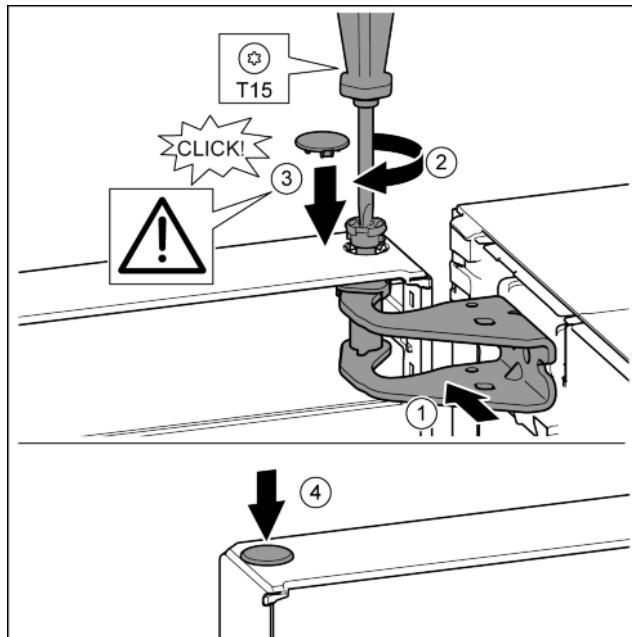

Fig. 22
- Nolīmenojiet durvju augšdaļu pret atveri gultņa balstā. Fig. 22 (1)
- levietojiet tapu un pieskrūvējiet ar skrūvgriezi T15. Fig. 22 (2)
- Uzmontējiet aiztura pārsegu, lai nostiprinātu durvis: ievietojet aiztura pārsegu un pārbaudiet, vai tas balstās uz durvīm. Pretējā gadījumā pilnīgi ievietojet tapu. Fig. 22 (3)
- levietojiet aizbāzni. Fig. 22 (4)